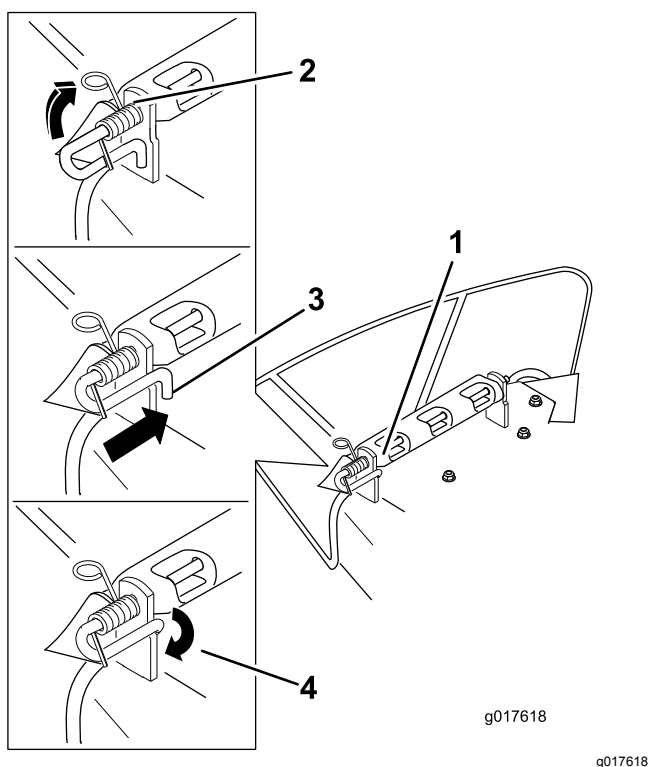

Figura 76
4. Posicione o novo defletor de descarga com as extremidades do suporte entre os postes soldados na plataforma como se mostra na Figura 76.
6. Posicione a mola na barra como se mostra na Figura 76 de forma a que a extremidade mais pequena da mola saia por baixo da barra antes da dobra e que passe por cima da barra quando regressa da dobra.
7. Eleve a extremidade com volta da mola e coloque-a no entalhe do suporte do defletor (Figura 76).
8. Prenda o conjunto da barra e mola rodando-o de forma a que a extremidade curta da barra esteja por detrás do suporte frontal soldado à plataforma (Figura 76).